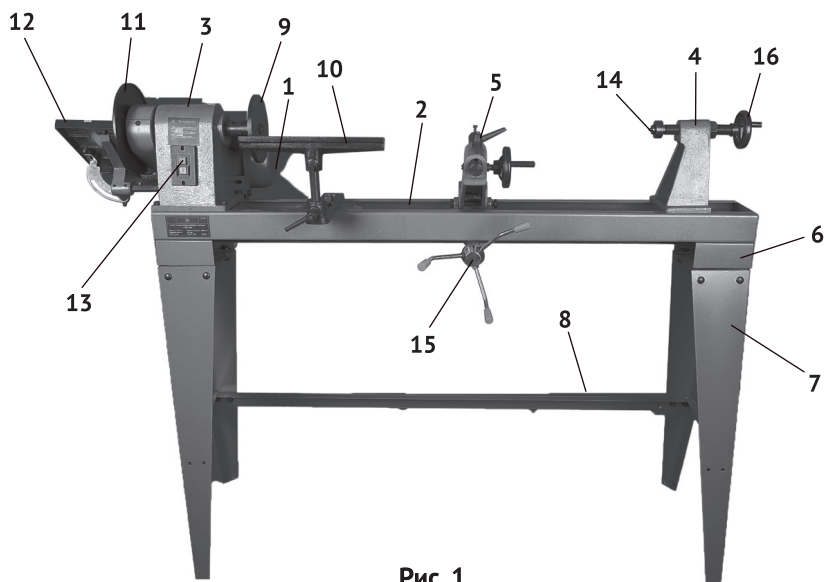

Рис. 1
1.6 Общий вид станка схематично представлено на рис.1
1.7 Основным несущим элементом станка является сварная металлическая станина (рис.1 поз.2). Внутри, по длине станины закреплён зубчатый вал, по которому перемещается суппорт копира (рис.1 поз.5) с резцедержателем. На станину прикручен корпус передней бабки (рис.1 поз.3), с закреплённым на нём кронштейном платформы двигателя. Платформа крепится к кронштейну осью. Поворот платформы вокруг оси (винтом в верхней части) изменяет степень натяжения приводного ремня. Максимально открутив винт, ослабляем натяжение ремня, достаточное для его переустановки (изменения частоты вращения) или замены.
Крутящий момент с якоря электродвигателя через ремённую передачу передаётся на шпиндель, передающий вращение на центр передней бабки. Корпус задней бабки и подручник имеют возможность перемещения вдоль станины (в зависимости от длины заготовки). Кроме того механизм задней бабки позволяет перемещать её центр (рис.1 поз.14) пинолью (винтом ходовым) для надёжной фиксации заготовки.
1.8 Выключатель – магнитный пускатель (рис.1 поз.13) расположен на корпусе передней бабки. Он имеет две кнопки: зелёная с символом «I» - включение двигателя и красная с символом «0» - выключение двигателя (стандарт МЭК 60417).
- смонтируйте и скрепите со станиной (рис.1 поз.2) опорные площадки (рис.1 поз.6);
- к площадкам прикрутить ножки (рис.1 поз.7) и соединить их продольными и поперечными стяжками (рис.1 поз.8), при этом ножки с прорезями для оси колёс должны располагаться под передней бабкой (для более лёгкого перемещения станка);
- при необходимости использования шлифовального диска (рис.1 поз.11), прикрутить его к шпинделю (резьба левая) и установить рабочий стол с поворотным кронштейном. Для этого кронштейн стола крепится к стержню, вкрученному в корпус передней бабки, 2-я установочными винтами;
- суппорт копира (рис.1 поз.5) крепится к корпусу редуктора, смонтированному на зубчатом валу, осью и фиксируется 2-я гайками.